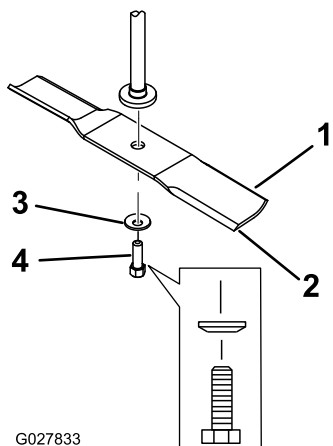

Figura 58
2. Retire del eje el perno de la cuchilla, la arandela curva y la cuchilla (**Figura 58**).
- Instale la cuchilla en el eje (Figura 58).
- Instale la arandela curva (con la copa hacia la cuchilla) y el perno de la cuchilla (Figura 58).